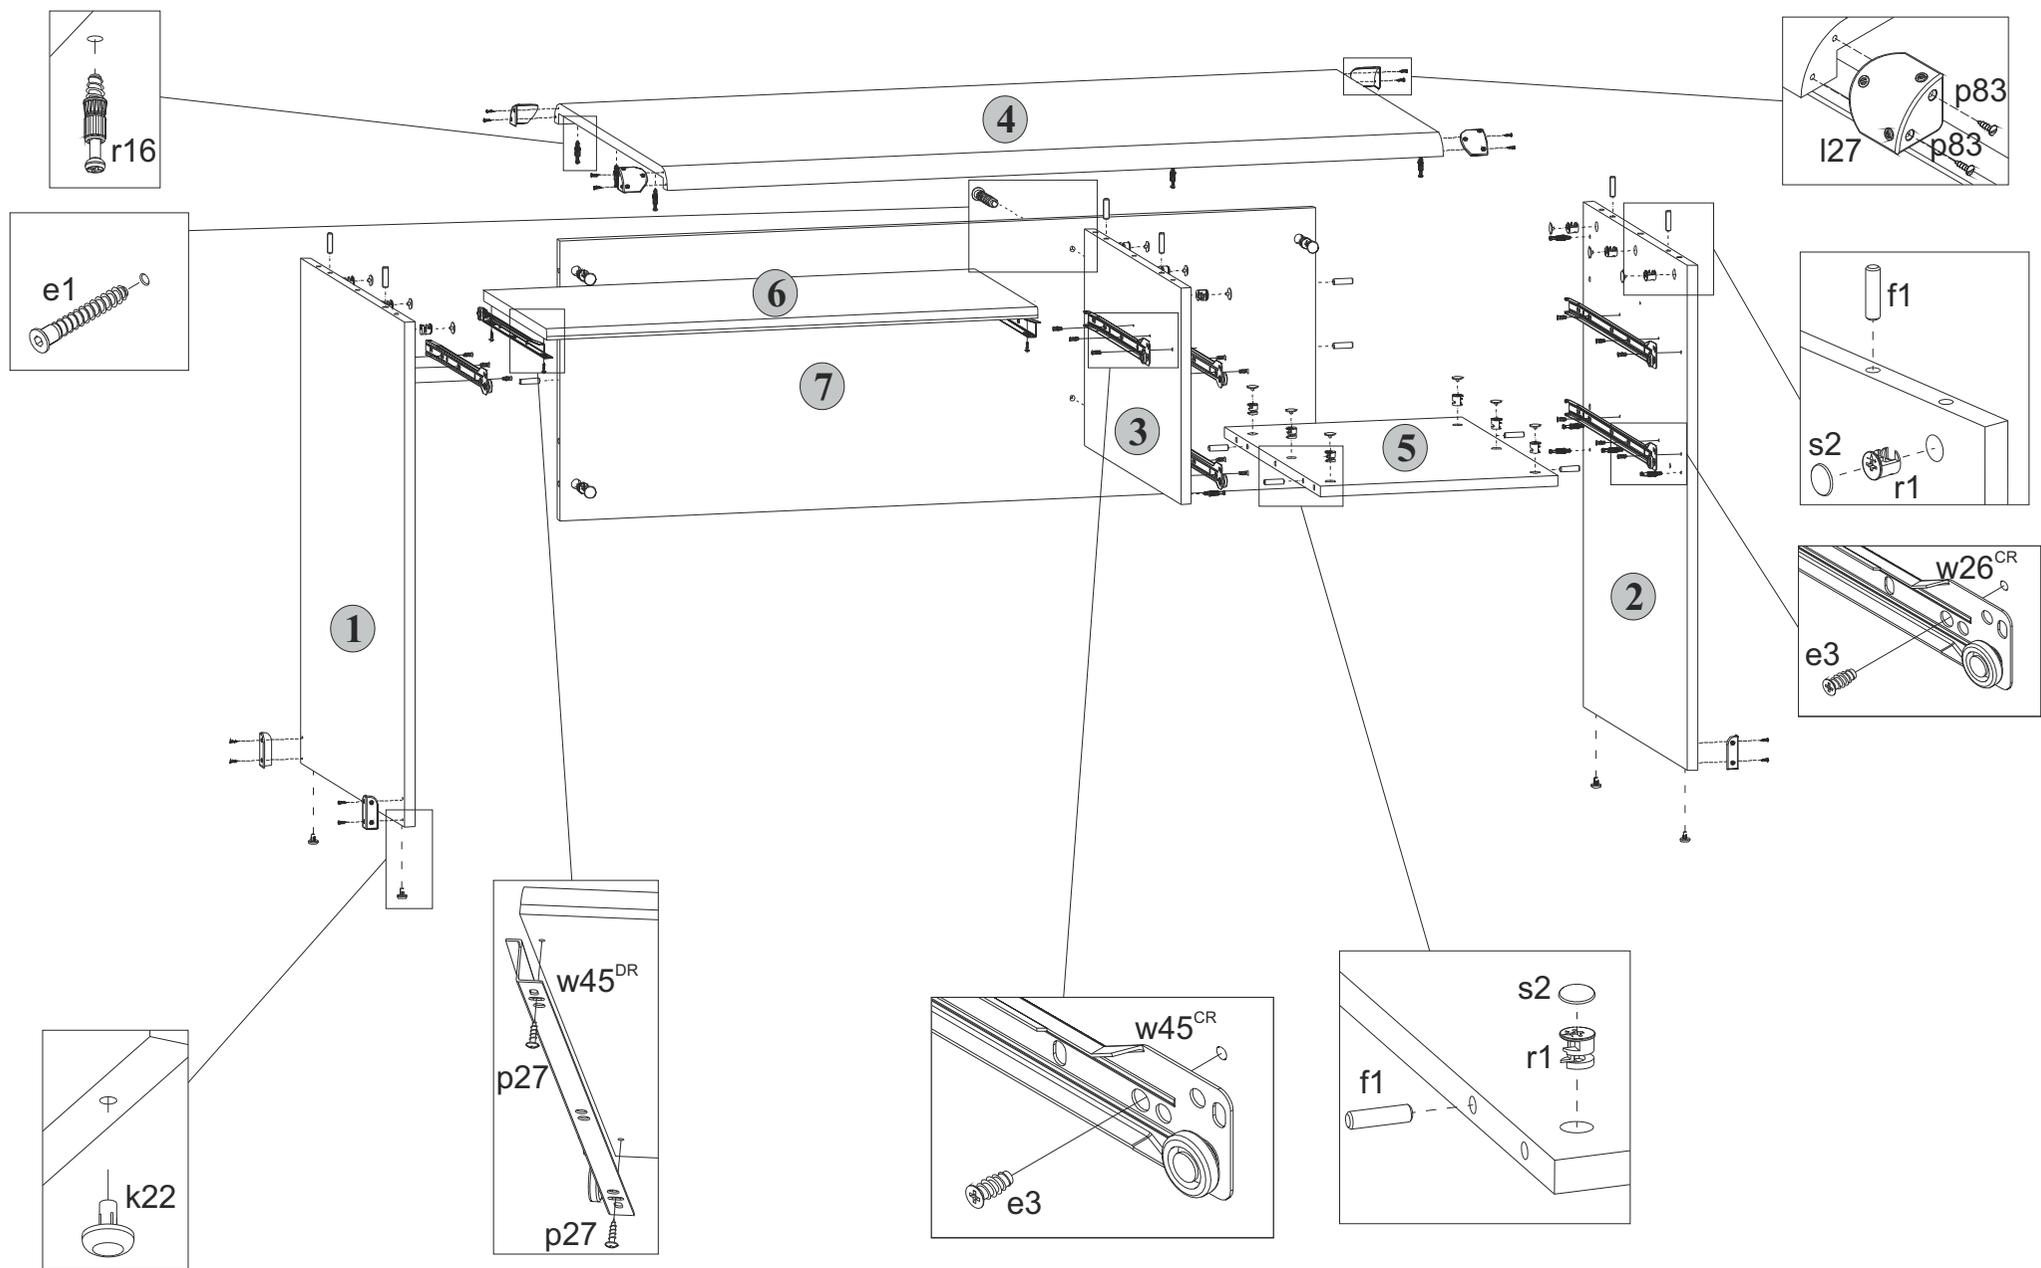

Рис. 2
- 5.10 К щиту **7** присоединить детали **2** и **3**. Стянуть детали **2** и **7** стяжками эксцентриковыми **г1**, пользуясь специальным ключом **z1** из комплекта фурнитуры. Стяжки эксцентриковые закрыть заглушками **s2**. Стянуть детали **3** и **7** еврошурупами **е1**, пользуясь специальным ключом **z1** из комплекта фурнитуры. Закрепить головки еврошурупов заглушками **s1** (**см.рис. 2**).
- 5.12 К стенкам боковым **1** и **2**, а также к стенке средней **3** присоединить щит верхний **4** и затянуть стяжки эксцентриковые **г1**, пользуясь специальным ключом **z1** из комплекта фурнитуры. Стяжки эксцентриковые закрыть заглушками **s2** (**см.рис. 2**).
- 5.23 К полке выкатной **6** шурупами **р27** закрепить направляющие **w45^{pl}** и **w45^{pr}**, как показано на **рис. 2**.
5.5 В отверстия диаметром **5 мм** на нижней поверхности щита верхнего **4**, на правой поверхности стенки средней **3** у нижней кромки и на левой поверхности стенки боковой **2** вкрутить винты стяжки **r16**, пользуясь крестообразной отверткой (**см.рис. 2**).
5.6 На правой поверхности стенки боковой **1**, на правой поверхности стенки средней **3**, на левой поверхности стенки боковой **2**, на верхней поверхности полки соединительной **5** и на передней поверхности щита **7** в отверстия диаметром **15 мм** вставить стяжки эксцентриковые **r1** (**см.рис. 2**).
5.7 В отверстия диаметром **4,5 мм** на нижних кромках стенок боковых **1** и **2** вставить опоры полимерные **k22** (подпятники) (**см.рис. 2**).
5.2 В отверстия диаметром **8 мм** на верхних кромках стенок боковых **1** и **2**, на верхней кромке стенки средней **3**, на боковых кромках щита **7**, на боковых кромках полки соединительной **5** вбить деревянные шканты **f1** (**см.рис. 2**).